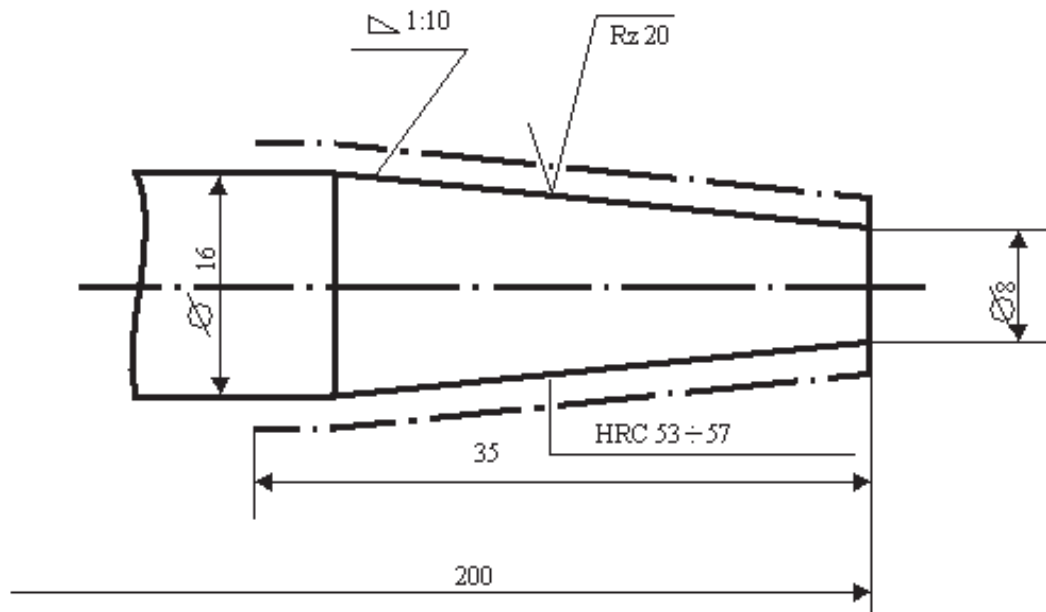

Рис. 1. Робоча частина слюсарного борodka
При повернутих верхніх салазках супорта необхідно обробити робочу частину слюсарного борodka, який має конічну поверхню (рис. 1).
1. Виконати рис. 1.